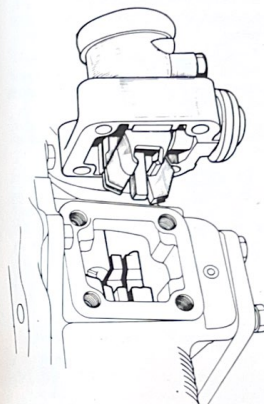

Fig. 3.31. Caja de la palanca de mando de las horquillas del cambio de velocidades.
Con la junta untada de pasta de sellado, colocar la caja de la palanca sobre la caja de cambios, de forma que el tornillo de retención (fig. 3.19) quede hacia la derecha de la caja de cambios, el dedo más pequeño del cerrojo (9) debe quedar sobre la horquilla de Cuarta (fig. 3.31).